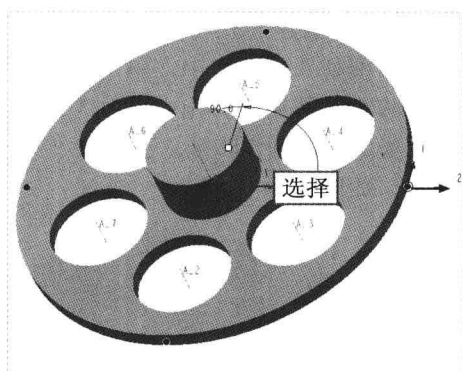

图 17-50 选择阵列中心轴 1
Step 03 选择刚创建的拉伸切除特征,在“功能区”选项板的“模型”选项卡中,单击“编辑”面板中的“阵列”按钮,弹出“阵列”选项卡,设置阵列类型为“轴”阵列,选择 A_1 轴为阵列中心轴,如图 17-50 所示。